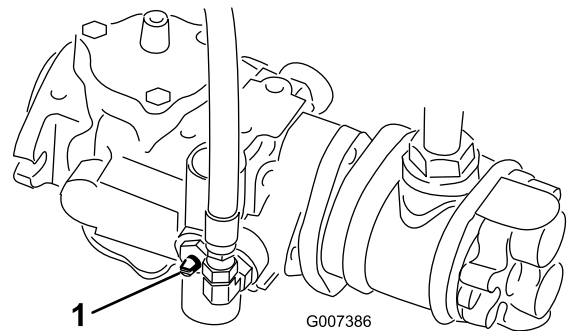

Figure 35
1. Trouvez la vanne de dérivation sur la pompe jusqu'à ce que la fente soit verticale (Figure 35).
2. Avant de mettre le moteur en marche, fermez la vanne de dérivation (fente horizontale) (Figure 35). Ne mettez pas le moteur en marche quand la vanne est ouverte.